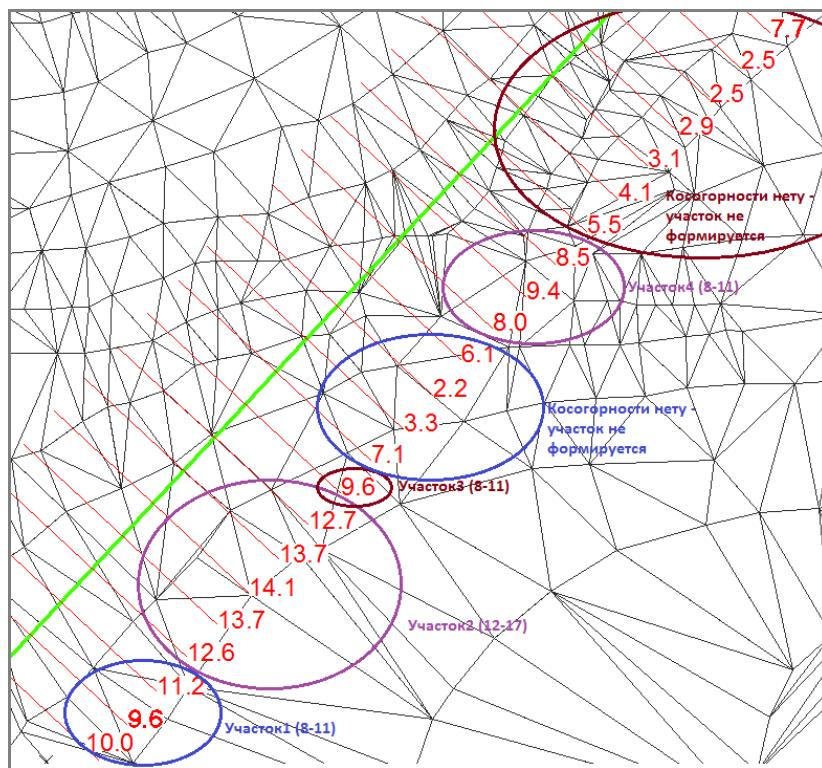

Рис. 108 Пример формирования участков при заданных градациях 8° , 12° , 18° , 30°
3. Группирование уклонов в участки согласно указанным пользователем градациям. Например, $8^\circ - 11^\circ$, $12^\circ - 17^\circ$, $18^\circ - 30^\circ$, $>30^\circ$ (см. рис. 108).